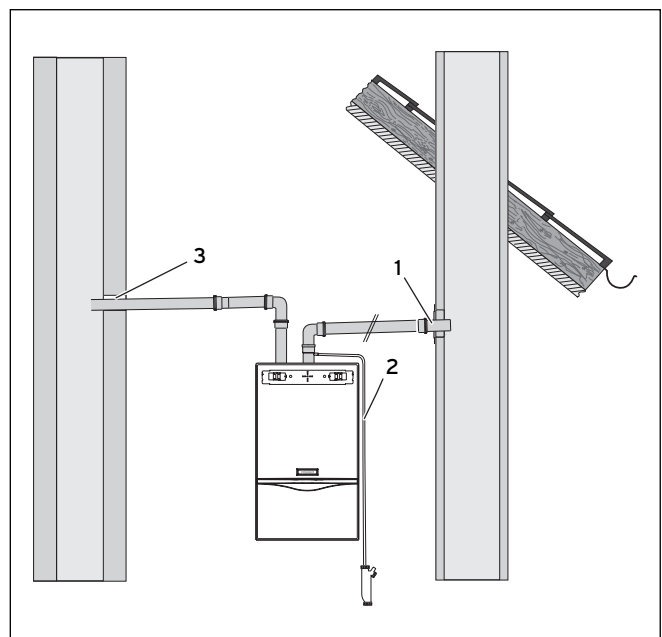

Fig. 5.14 Montaggio
- Montare lo scarico della condensa (2) sull'apparecchio, vedere fig. 5.14; il montaggio dello scarico della condensa è descritto al cap. 5.3.